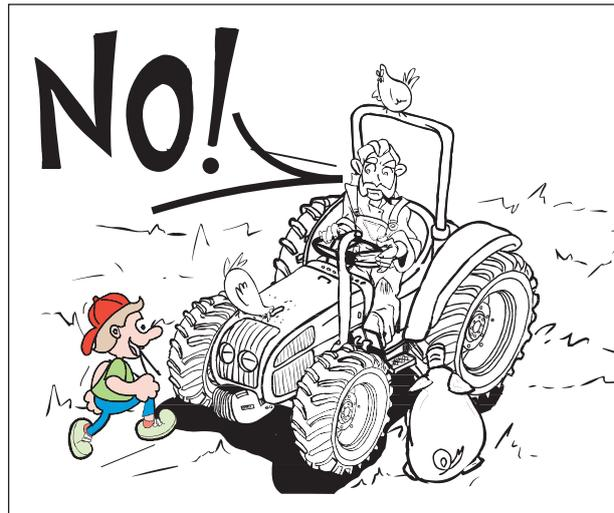

Abb.2-16
**ACHTUNG:** Ihr Traktor ist für die Bedienung durch nur eine Person bestimmt. NICHT zulassen, dass andere Personen auf den Traktor oder die Ausrüstungen steigen (Abb. 2-16). Niemandem gestatten, auf die Geräte oder andere Einrichtungen zu steigen, Anhänger inbegriffen, es sei denn, dies ist spezifisch vorgesehen. Diese Ausrüstungen müssen die Stellen, an denen ein sicheres Aufsteigen möglich ist, deutlich markiert werden. NICHT gestatten, dass Kinder auf den Traktor steigen.